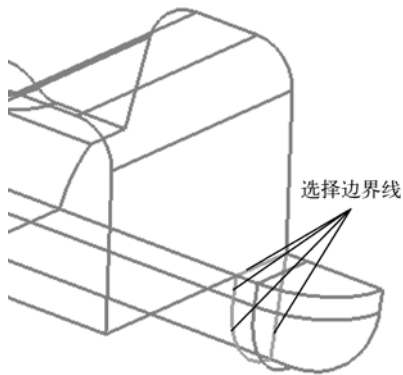

图 5-2 选择边线
(1) 进入 solid edit 面板。
(2) 选择 trim with lines 子面板。
(3) 在 with bounding lines 栏下激活 solids 选择器。单击模型任意位置，此时整个模型被选中。
(4) 激活 lines 选择器，在图形区选择如图 5-2 所示线。